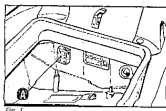

Fig. 1
1. cinq fusibles «A» de protection de la prise de courant extérieure situés à l'intérieur du compartiment casque (figure 1);